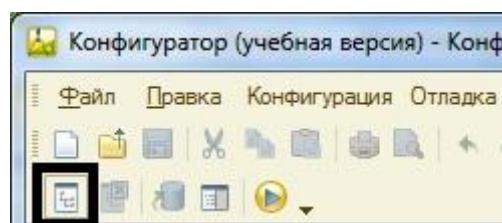

Рисунок 13 Фрагмент панели инструментов
- Если конфигурация не открыта (дерево слева), то в меню «**Конфигурация**» выберите пункт «**Открыть конфигурацию**». Это можно также сделать, нажав на кнопку «**Открыть конфигурацию**» на панели инструментов (рис. 13).